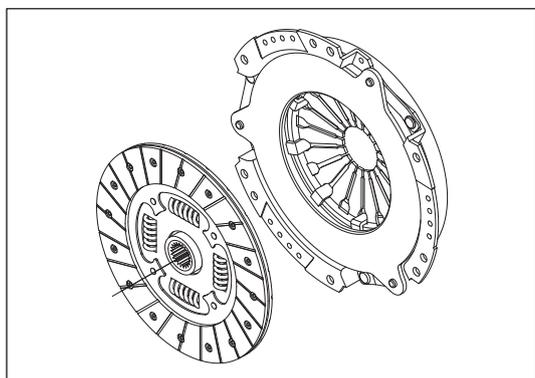

Рис. 14-1-5. Проверка ведомого диска сцепления
- » Проверить ведомый диск сцепления и кожух сцепления на наличие таких дефектов как чрезмерный износ, потери заклепок и другие повреждения. Если имеются вышеупомянутые дефекты, заменить сцепление на новое, как изображено на Рис. 14-1-5.